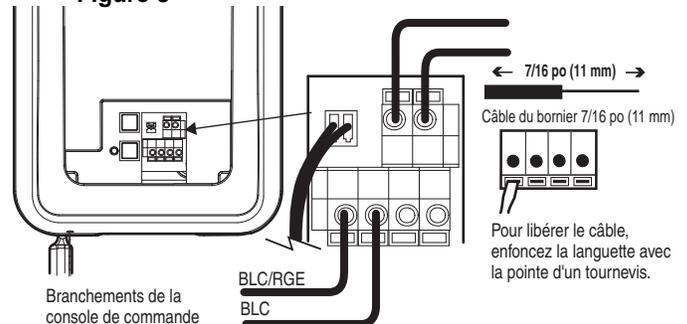

Figure 4
4. Dénudez les fils de leur isolation sur 7/16 po (11 mm) de l'extrémité du fil d'appel. Connectez le fil d'appel aux bornes à connexion rapide comme suit : blanc avec blanc et blanc/rouge avec rouge (Figure 4).